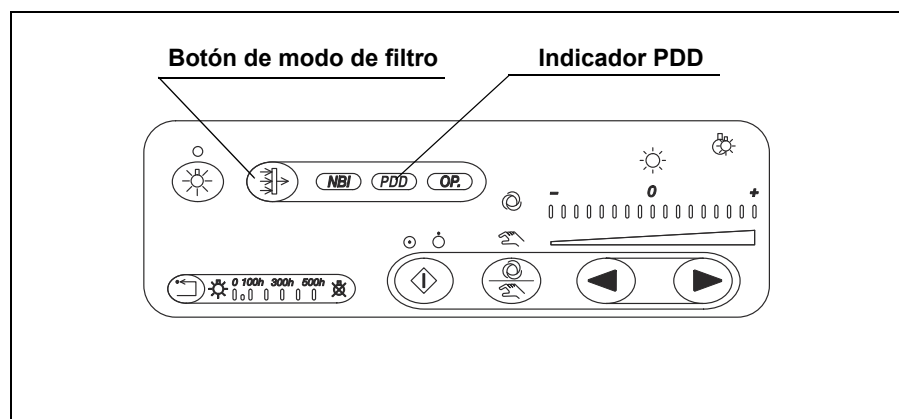

Figura 3.14
1. Compruebe que el indicador "PDD" se ilumina en color verde (véase la figura 3.14).